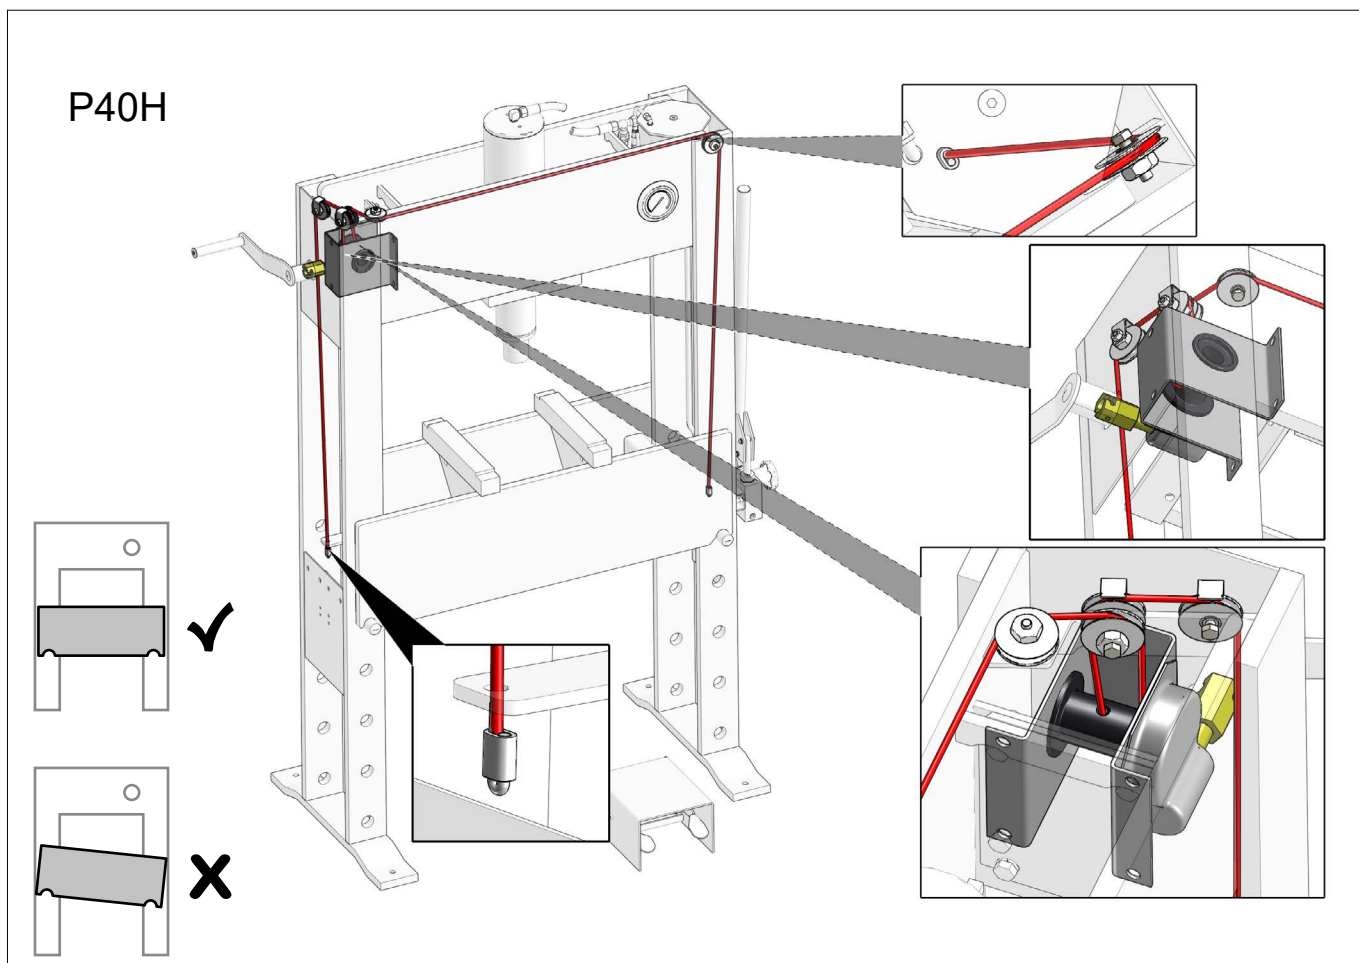
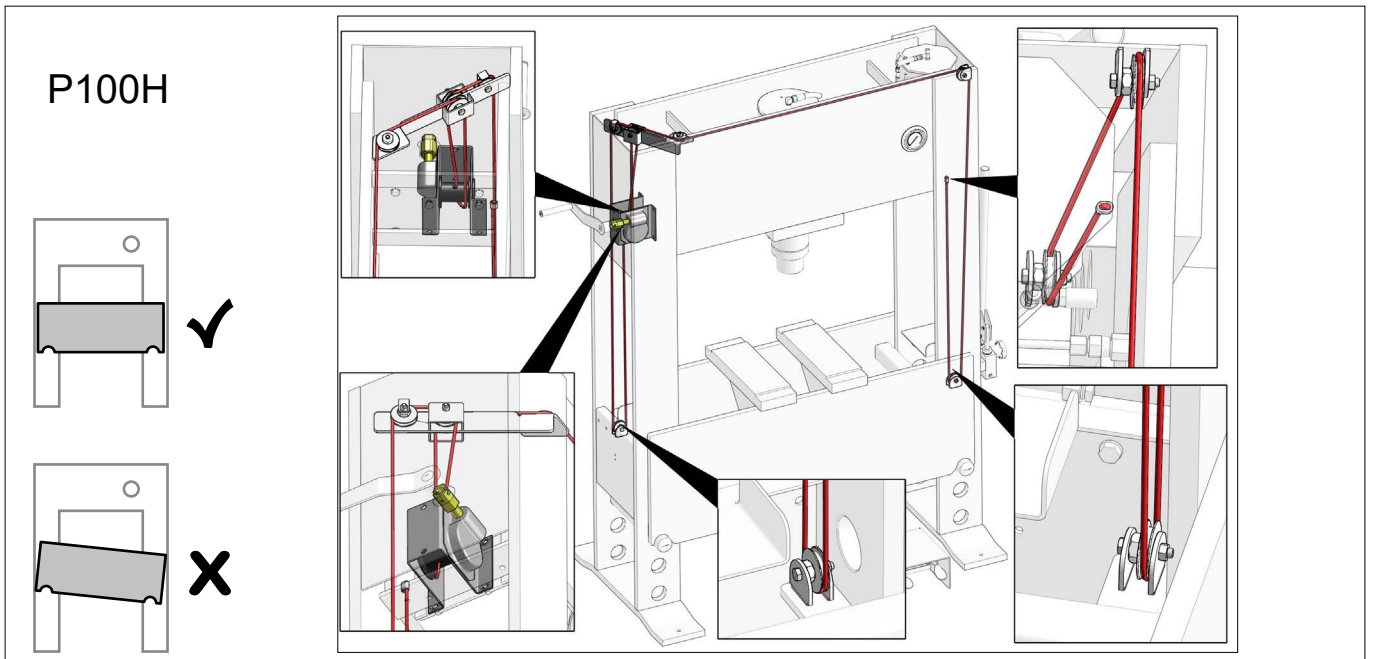

Fig.32
Fig.34
- Spilletets wire og wizens fastgørelse (Fig.32) - (Fig.34)
**(GB) Safety Inspection**
- Winch and wire for wear and tear (Fig.32) - (Fig.34)
**(DE) Sicherheitsinspektion**
- Winde und Draht für Verschleiß (Fig.32) - (Fig.34)
**(FR) Inspection de sécurité**
- Treuil et fil pour l'usure (Fig.32) - (Fig.34)
**(SE) Säkerhetsunderhåll**
- Vinsch och tråd för slitage (Fig.32) - (Fig.34)
**(FI) Turvatarkastukset**
- Vinssi ja lanka kulumista varten (Fig.32) - (Fig.34)
- Lier en draad op slijtage (Fig.32) - (Fig.34)
- Compruebe que el polipasto y su cable no presenten daños (Fig.32) - (Fig.34)
- Лебедка и трос на износ (Fig.32) - (Fig.34)
- Verricello e filo per usura (Fig.32) - (Fig.34)